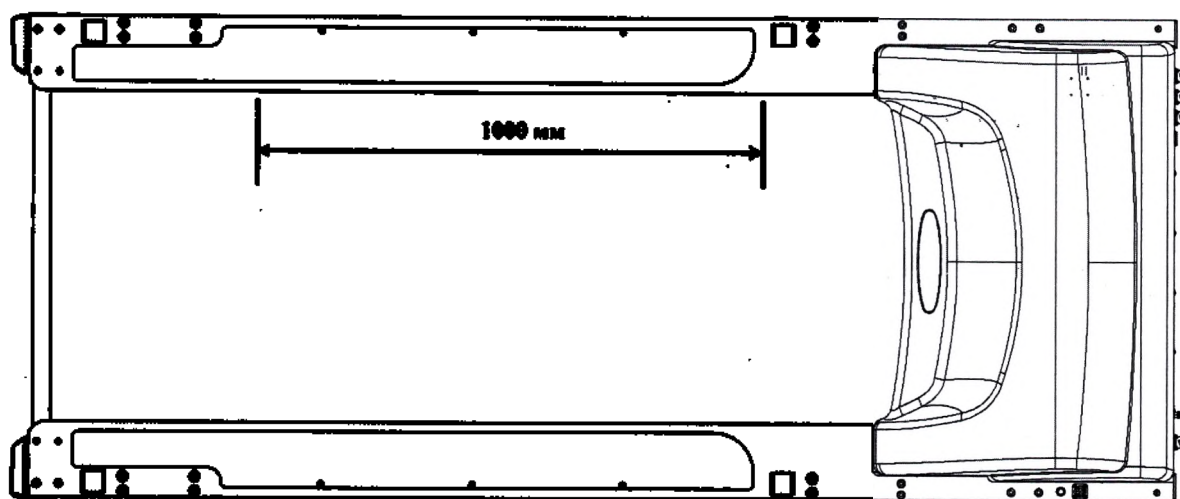
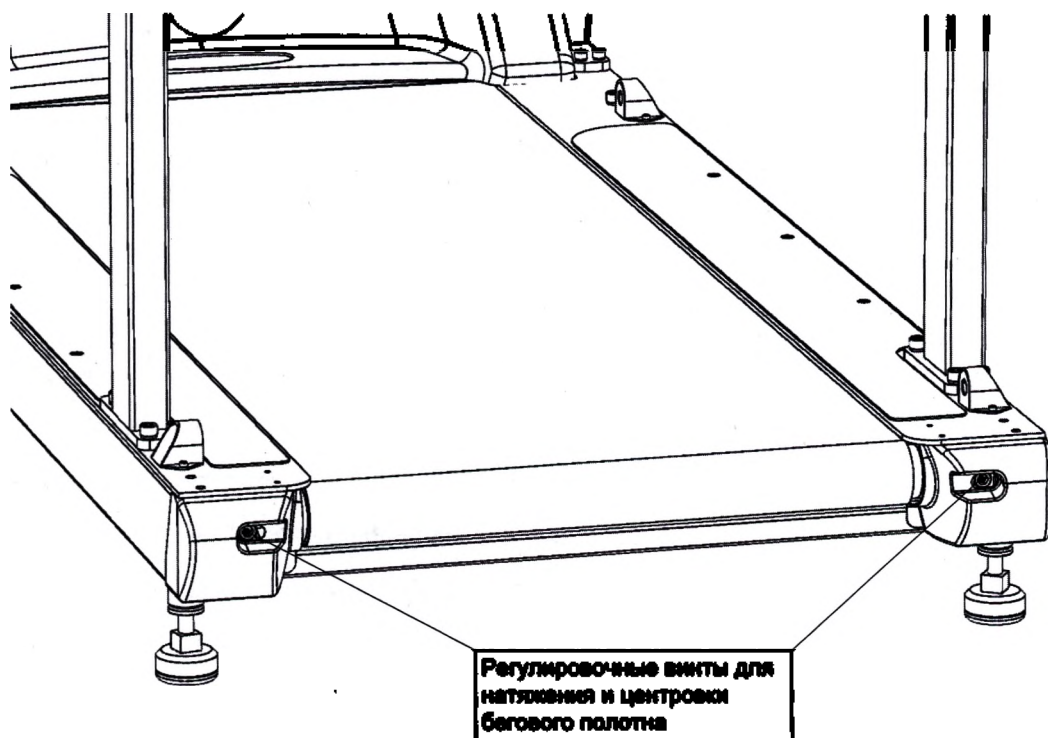

Рисунок 78 - Маркировка бегового полотна для его натяжения
Рисунок 79 - Расположение регулировочных винтов для натяжения и центровки бегового полотна
Натяжение бегового полотна не должно превышать значение 0,4...0,5 %. Для натяжения бегового полотна необходимо маркером отметить две точки на поверхности бегового полотна на расстоянии 1000 мм друг от друга (см. рисунок 78). При этом беговое полотно должно быть полностью ослаблено. После этого необходимо осуществлять натяжение бегового полотна до тех пор, пока расстояние между этими точками не станет находиться в пределах 1004...1005 мм (0,4...0,5 %) с помощью винтов, регулирующих степень натяжения бегового полотна (см. рисунок 79) с применением шестигранного ключа 10 мм. При вращении данных винтов по часовой стрелке происходит натяжение бегового полотна путем сдвига соответствующего края заднего вала. При натяжении необходимо следить за равномерным сдвигом каждого края заднего вала, в противном случае беговое полотно будет сдвигаться от центрального положения к краям беговой дорожки при ее работе. Если это происходит, необходимо осуществить центровку бегового полотна, согласно рекомендациям, раздела 11.5 – «Центровка бегового полотна».
При необходимости смажьте беговое полотно (см. раздел 11.3.2 – «Смазка бегового полотна»), так как наличие смазки может упростить процедуру центровки бегового полотна. Центровка производится на натянутом беговом полотне (согласно разделу 11.4 – «Проверка и регулировка натяжения бегового полотна») при движущемся беговом полотне с помощью регулировочных винтов, расположенных в задней части беговой дорожки (см. рисунок 79), с применением шестигранного ключа 10 мм.
- если беговое полотно сдвинулось к какому-либо из краев беговой дорожки, необходимо вернуть беговое полотно в центральное положение путем вращения левого регулировочного винта (см. рисунок 79): поворот левого регулировочного винта по часовой стрелке приводит к сдвигу бегового полотна к левому краю беговой дорожки, поворот левого регулировочного винта против часовой стрелки приводит к сдвигу бегового полотна к правому краю беговой дорожки;